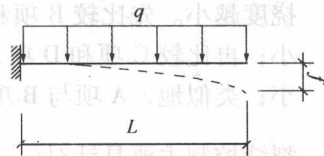

图2A311010-23
39. 房屋雨棚计算可简化为如图2A311010-23所示,悬臂梁在均布荷载作用下悬臂端挠度为 $f = \frac{qL^4}{8EI}$,为减小挠度,采用的最有效措施是()。
41. 如图2A311010-24所示,各静定及超静定结构,当杆件温度发生变化时,会产生内力的是()。